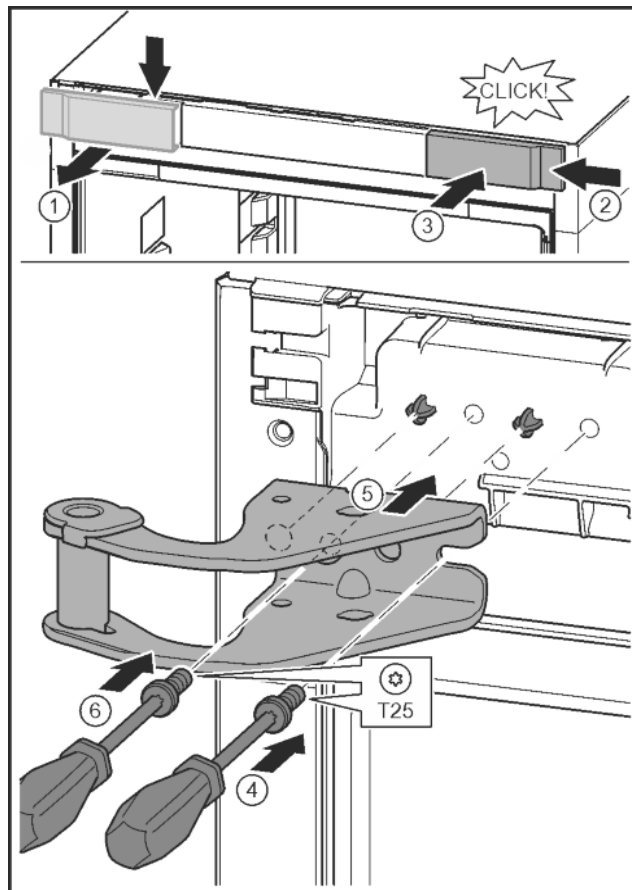

Fig. 14
- Uvoľnite kryt a odoberte ho z boku. *Fig. 14 (1)*
- Kryt zaveste na druhú stranu sprava otočený o 180°. *Fig. 14 (2)*
- Kryt zaklapnite. *Fig. 14 (3)*
- Skrutkovačom T25 nasadíte skrutku. *Fig. 14 (4)*
- Nasadíte hornú ložiskovú konzolu. *Fig. 14 (5)*
- Skrutku pevne zaskrutkujte. *Fig. 14 (4)*
- Skrutku nasadíte a pevne zaskrutkujete skrutkovačom T25. *Fig. 14 (6)*